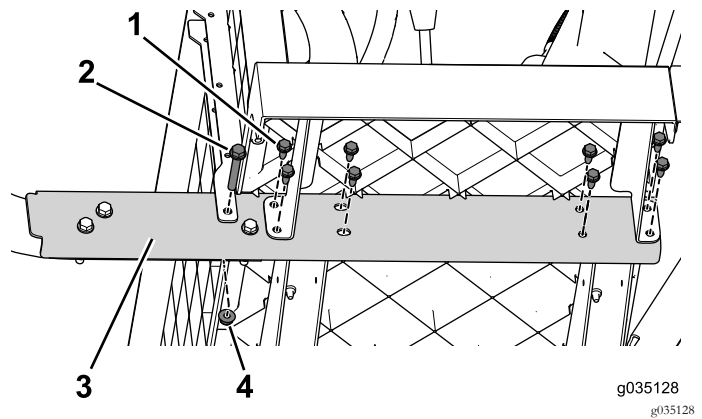

Figura 65
3. Retire los pernos con arandela prensada (3/8" x 2 1/2") y las tuercas que fijan el larguero a la máquina (Figura 65). Haga esto en ambos lados de la máquina.
4. Trabajando desde delante hacia atrás, retire los pernos con arandela prensada (5/16" x 3/4") que sujetan el larguero a la máquina (Figura 65). Haga esto en ambos lados de la máquina.